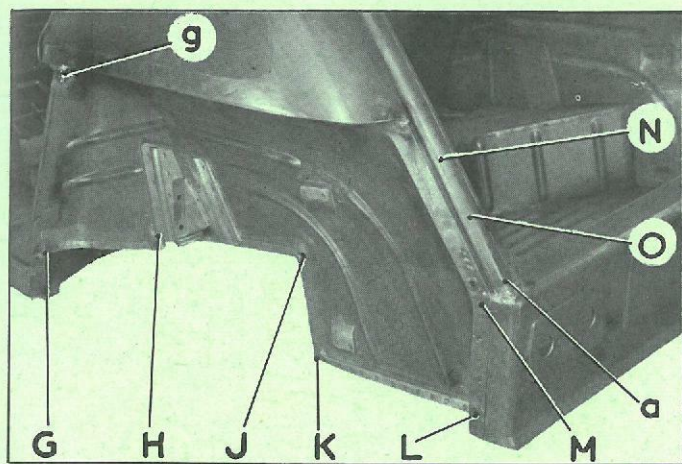

Fig. 5
- GH' (fig. 5),
- a (fig. 5),
- g (fig. 5).